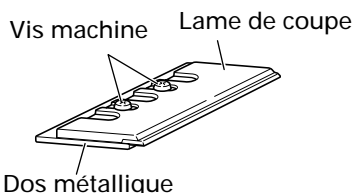

Fig. 8
- Il n'est pas nécessaire de démonter le dos métallique de la lame. (Voir Fig. 8)